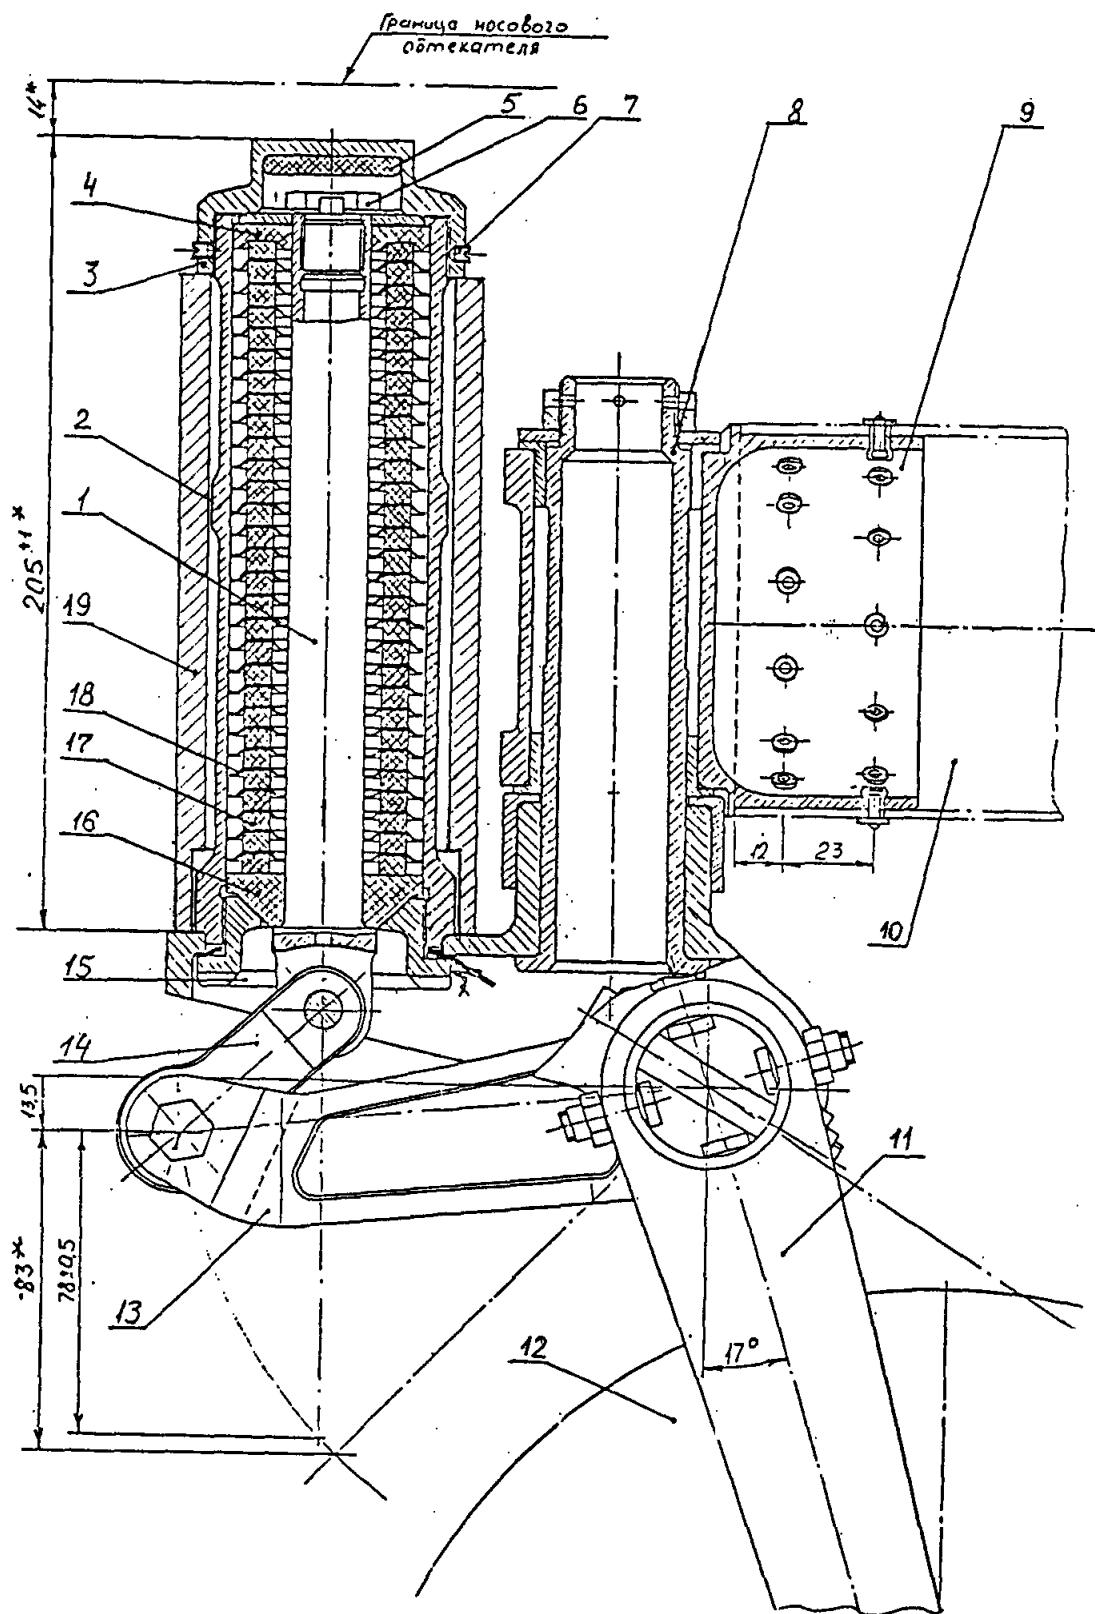

Рис. 8      Передняя опора.
На самолете вместо пружинного амортизатора передней опоры шасси установлен пластиначатый амортизатор, который предназначен воспринимать динамические нагрузки при наземном движении самолета (рис.8). Пластиначатый амортизатор представляет собой пакет резиновых шайб в стальном корпусе (2), разделенных между собой пластиначатыми чашками (18) и нанизанных на шток (1). Внутри штока помещается регулируемый винт (6), стягивающий пакет с помощью верхней шайбы (4). Нижний конец пакета опирается через конусную шайбу (16) и корпус на площадку, жестко связанную со шкворнем (8). Шток своим нижним ушком через звено (14) и рычаг (13) соединяется с вилкой (11) колеса.